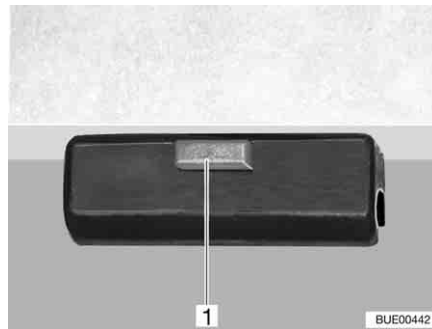

Fig. 106 Dispositif de verrouillage
- Desserrer le dispositif de verrouillage (Fig. 106,1) du plateau de la table.